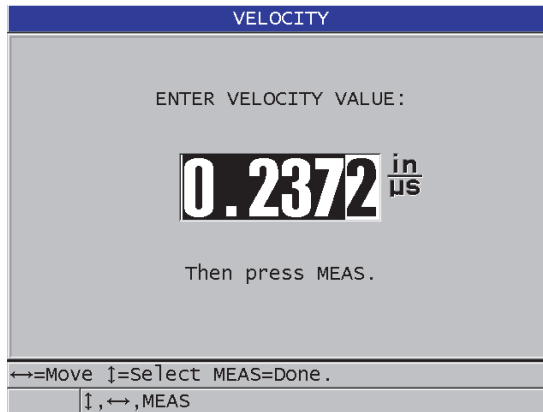

Figura 5-7 Introducción de la velocidad acústica conocida del material
2. En la pantalla **VELOCIDAD (VELOCITY)** [ver la Figura 5-7 en la página 90], utilice las teclas de dirección para modificar el valor conocido de la velocidad acústica.